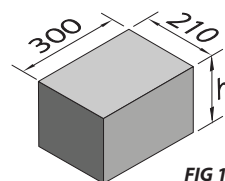

FIG 1
1. Verifique se o piso em que o equipamento será sobreposto é resistente o suficiente para que o mesmo possa ser parafusado nivelado e que não tenha acúmulo de água. Caso o local de fixação do equipamento não esteja adequado, deverá ser confeccionada uma base de concreto de acordo com as exigências ao lado (fig. 1):
Compruebe que la superficie donde se procederá a fijar el mecanismo, sea lo suficientemente resistente y nivelado para poder ser fijado al piso. De no contar con una superficie firme, se deberá fabricar una base de concreto, tomando como referencia la (fig.1)